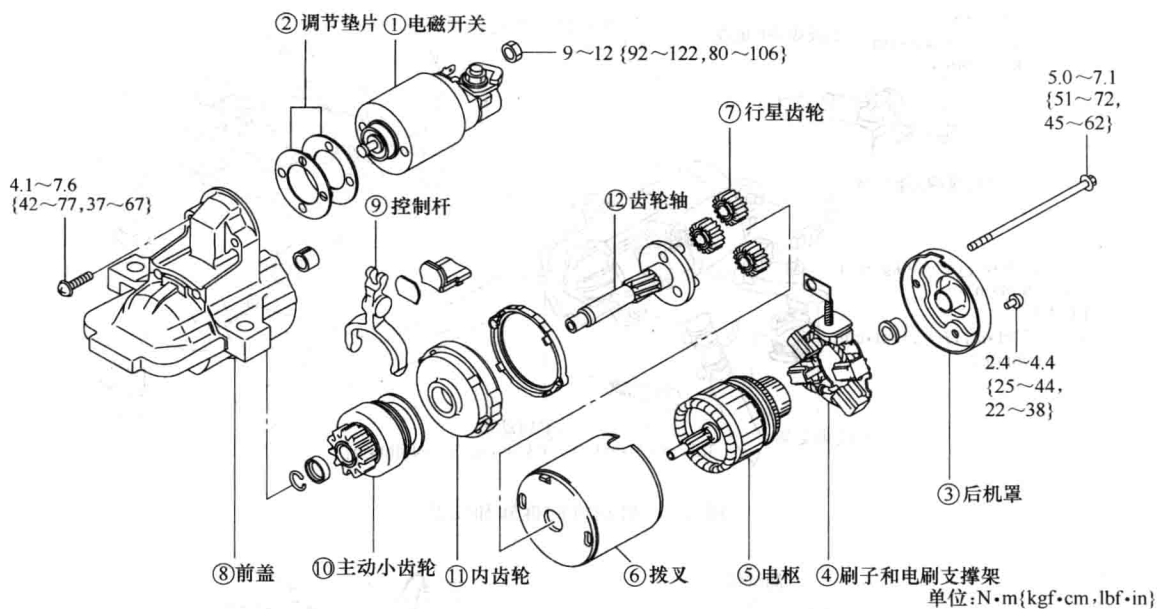

图 2-7 启动机零件图
① 按照图 2-7 中所示数字顺序进行拆分。
② 按照与拆分相反的顺序进行组装。